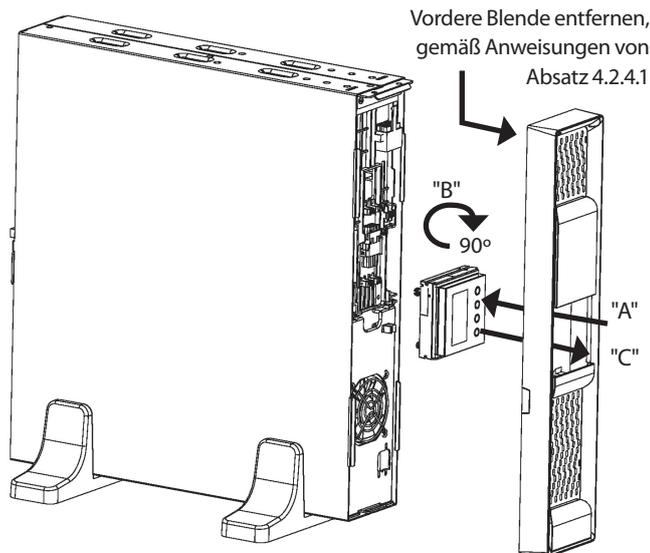

Abb. 5. Drehen des Bedienfeldes mit LC-Display auf der vorderen Blende.
- Wenn das Gerät vertikal aufgestellt wird, ist es empfehlenswert, das Bedienfeld mit LC-Display um 90° im Uhrzeigersinn zu drehen, um das Ablesen der Angaben zu vereinfachen (siehe Abb. 5).